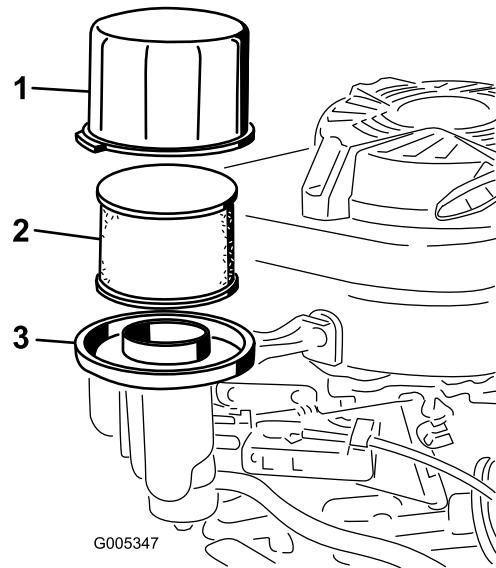

Figure 21
3. Déposez le couvercle et nettoyez-le soigneusement (Figure 21).
4. Sortez le préfiltre en mousse et l'élément filtrant en papier de la base du filtre à air (Figure 21).